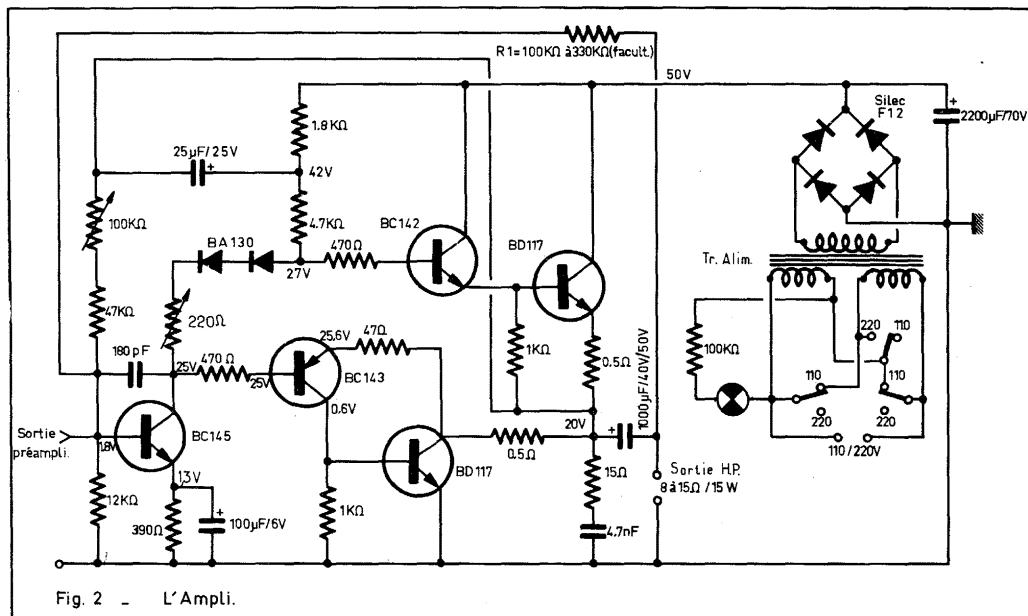

Fig. 2 - L'Ampli.
c) *Etage, amplificateur de puissance :* (fig. 2).